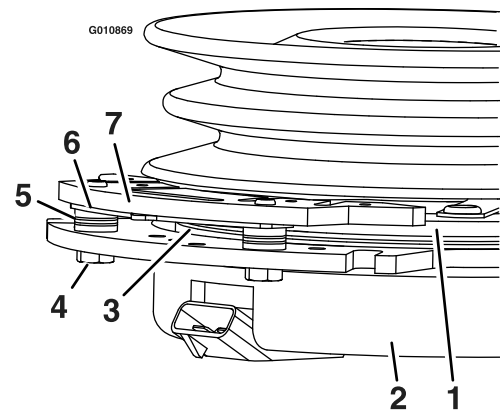

**Figure 64**
3. Retirez le capuchon antipoussière de la roue pivotante et serrez le contre-écrou (Figure 64).
4. Continuez de serrer le contre-écrou jusqu'à ce que les rondelles élastiques soient aplaties, puis desserrez-le de 1/4 de tour pour obtenir la précharge correcte des roulements (Figure 64).
**Important:** Veillez à placer les rondelles élastiques comme illustré à la Figure 64.
5. Remettez le capuchon antipoussière en place (Figure 64).